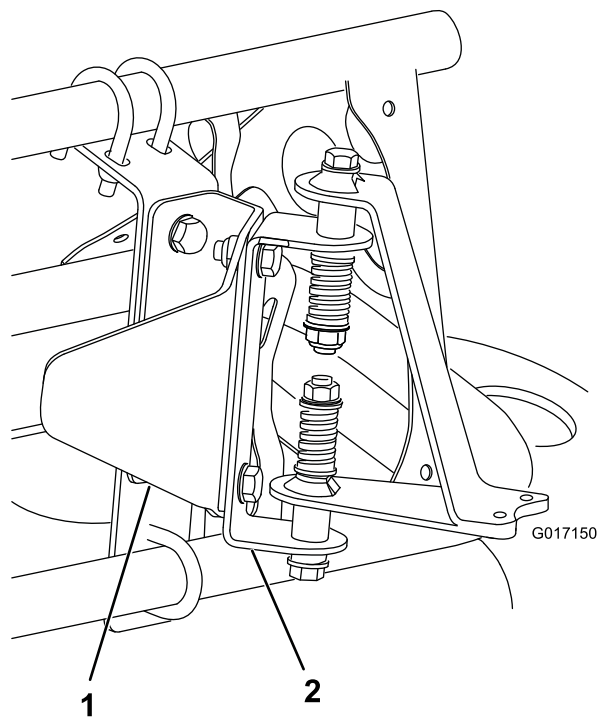

Figura 18
3. Montai elementul de montare a senzorului pe suportul protecției senzorului cu 2 uruburi (5/16 x 3/4") i 2 contrapiulie (5/16") aa cum este indicat în Figura 17 (pentru un bra fără acoperire) sau Figura 18 (pentru un bra cu acoperire).